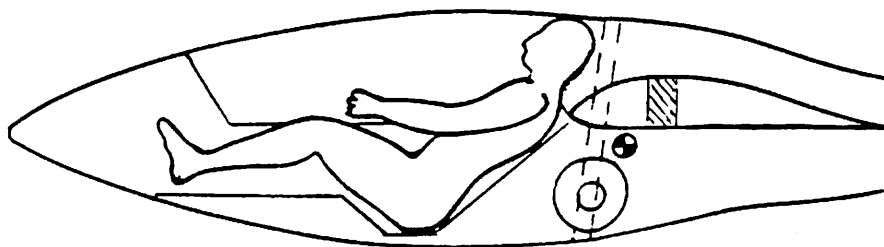

Fig. 6
- la schiena del pilota è proprio davanti all'ala che supporta una rigida e robusta parte della struttura (fig. 6).